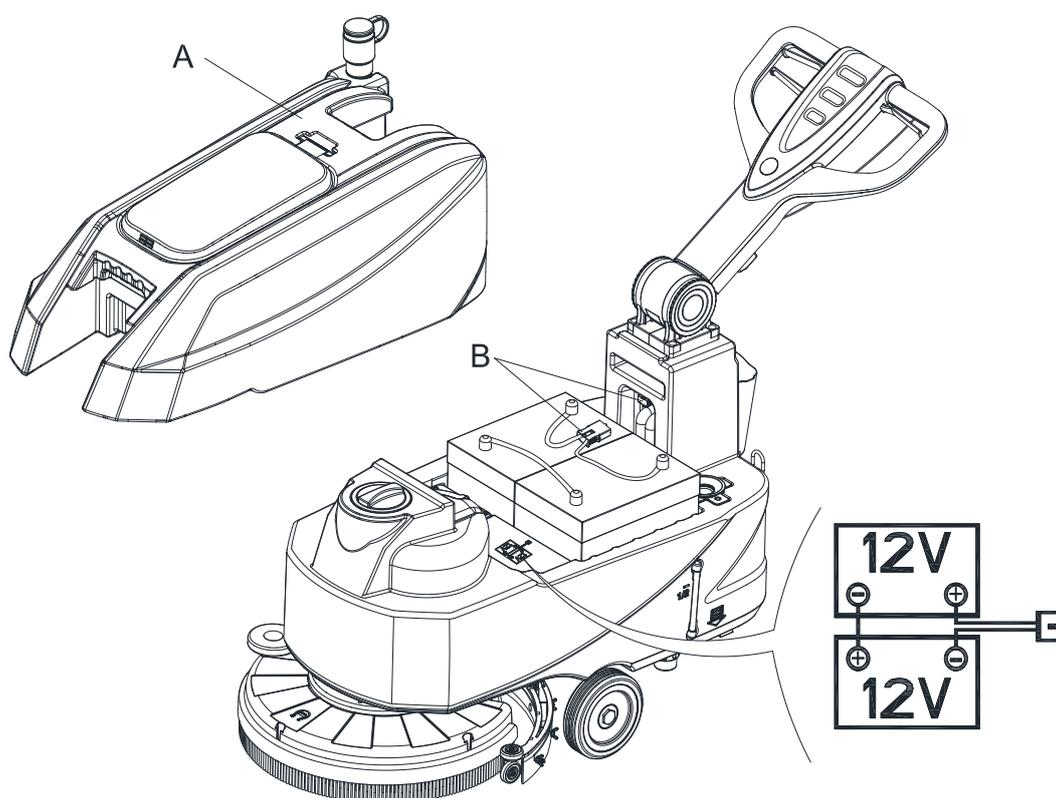

Figure 3
La machine nécessite deux batteries 12 V, connectées conformément au schéma (Figure 3).
1. Vérifiez que les batteries sont connectées à la machine à l'aide du connecteur (B, Figure 3).
5. Enlevez avec précaution le kit du réservoir de récupération (A , Figure 3).
7. Acheminer et installer le câble de la batterie comme indiqué dans la (Figure 3), puis serrer soigneusement l'écrou sur chaque borne de la batterie.
8. Placez le capuchon de protection sur chaque borne, puis branchez le connecteur de batterie (B, Figure 3).
9. Enlevez avec précaution le kit du réservoir de récupération (A, Figure 3).